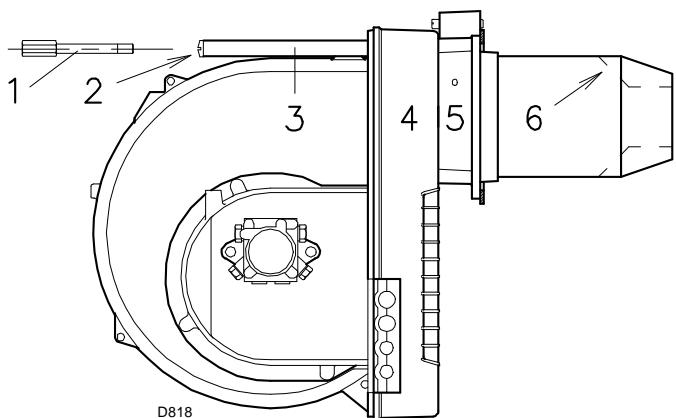

Fig. 14
- Por último, volver a montar el quemador 4)(Fig. 14) sobre las guías 3), desplazándolo hasta la brida 5), manteniéndolo ligeramente levantado para evitar que el grupo estabilizador de llama toque las aletas de guía 6) del tubo llama.6
- Apretar los tornillos 2)(Fig. 14) de las guías 3) y el tornillo 1) que fija el quemador a la brida.